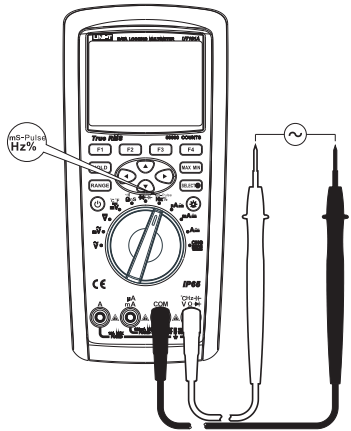

图11
- 2) 将仪表的旋钮开关转到“Hz% ms-Pulse”测量档,按SELECT键选择频率测量档Hz或占空比%或脉冲宽度ms-Pulse,如图11,将表笔并联到待测信号源上。